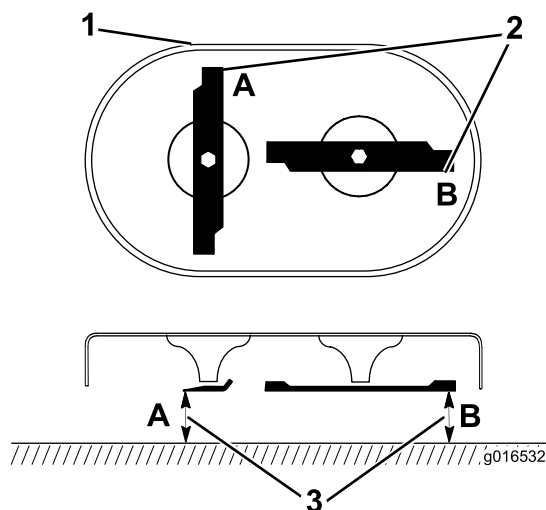

Figure 39
1. Tournez les lames à la position indiquée à la Figure 39.
2. Mesurez la distance entre une surface plane et le tranchant aux points **A** et **B**, (Figure 39), et notez les deux dimensions.
3. Faites tourner les points de sorte que leurs extrémités opposées soient aux points **A** et **B** (Figure 39).